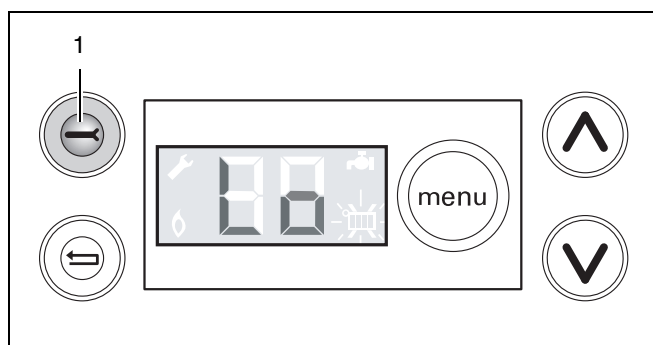

Рис. 32 DBA - режим Lo
- Установите прибор в режим "Lo", нажимая один раз на клавишу  Обслуживание (рис. 32, поз. 1). См. меню 3: "Установки" на стр. 25.